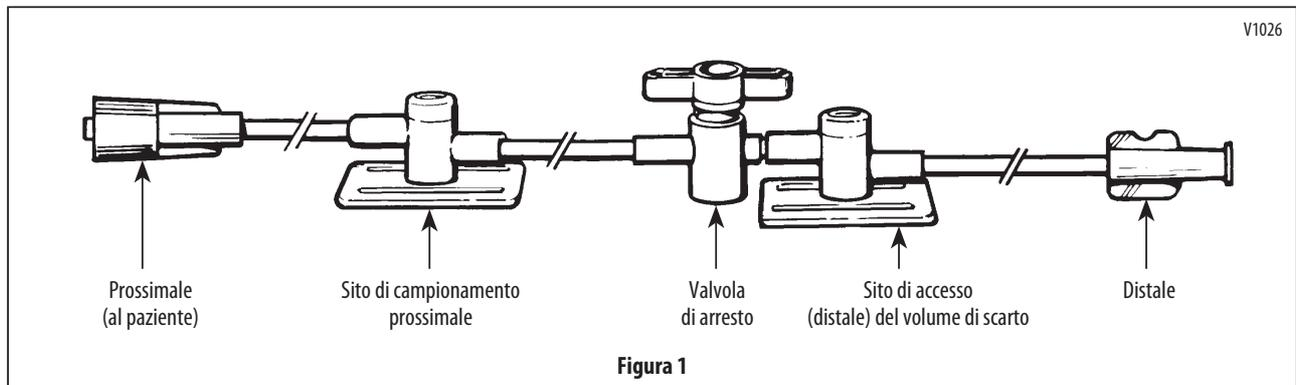

Figura 1
8. Collegare saldamente l'estremità prossimale del kit con il connettore luer-lock maschio al catetere pre-riempito (Figura 1).